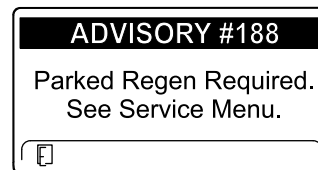

Figure 53
- Régénération en stationnement requise AVIS N° 188 (Figure 53)